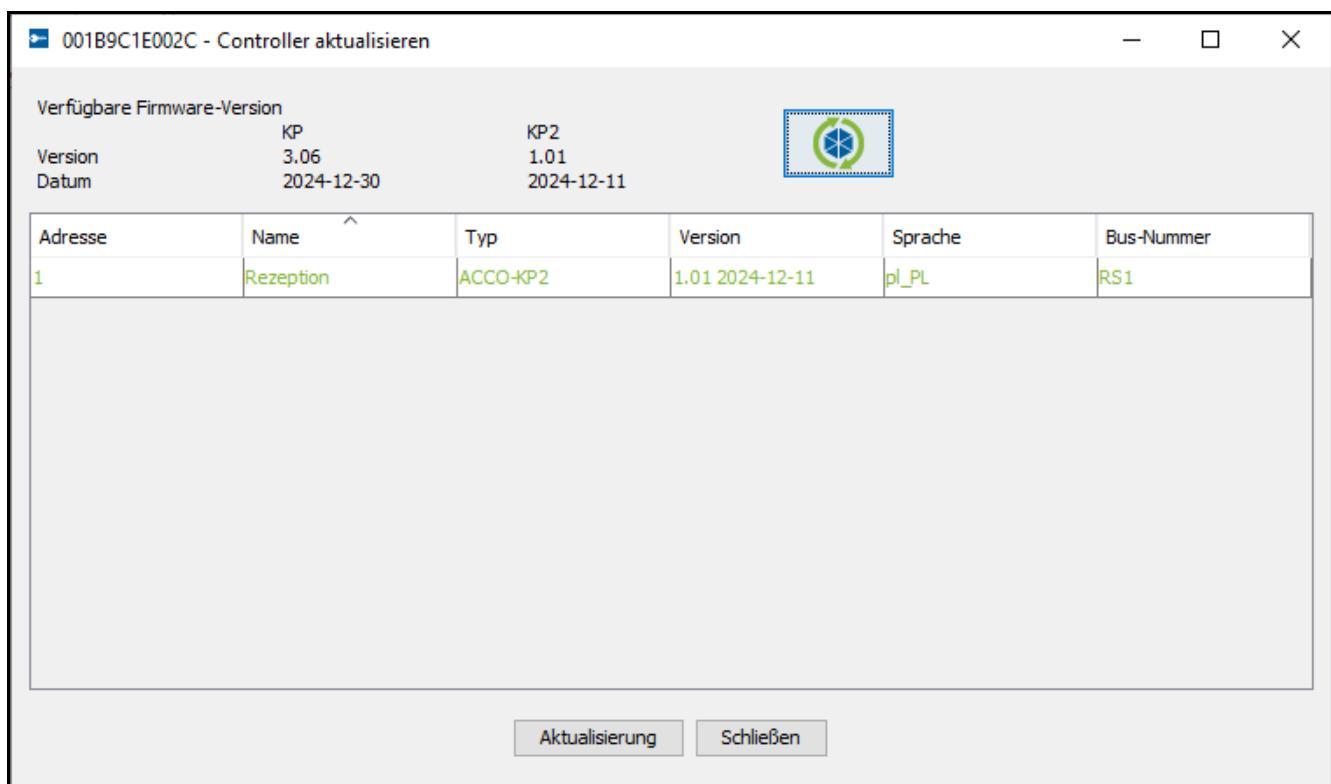

Abb. 28. Aktualisierung der Firmware der Controller.
- Es wird ein Fenster mit der Information über die verfügbare Firmwareversion und der Tabelle mit den Daten der Controller angezeigt (siehe: Abb. 28).